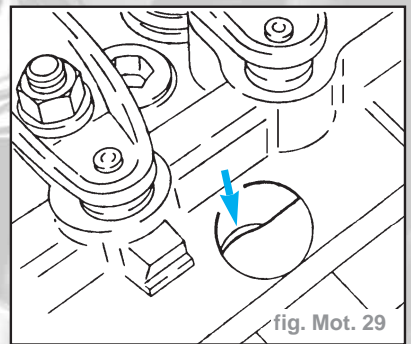

fig. Mot. 29
- Les évidements (flèche) des vis de culasse dans l'arbre à cames doivent être libres (fig. Mot. 29).